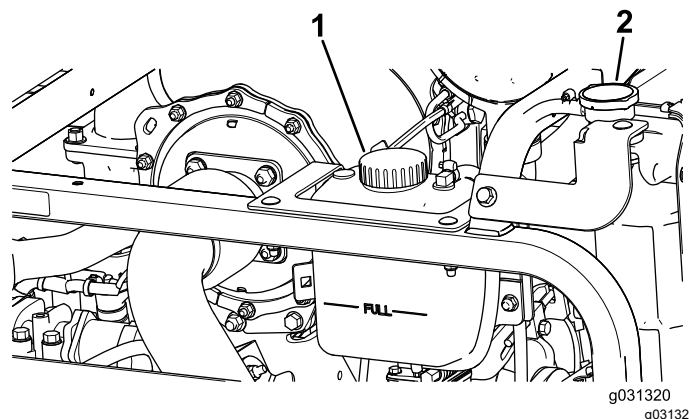

Figura 85
1. Togliete con cautela il tappo del radiatore e il tappo del serbatoio di espansione (Figura 85).
2. Controllate il livello del refrigerante nel radiatore (Figura 85).